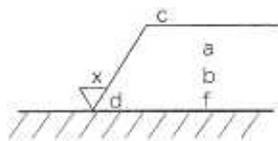

図5 加工方法の指示位置
- H. 面の肌の状態は、加工方法に大きく関わっています。図5に示す要求事項の指示位置はCになります。理解していますか。